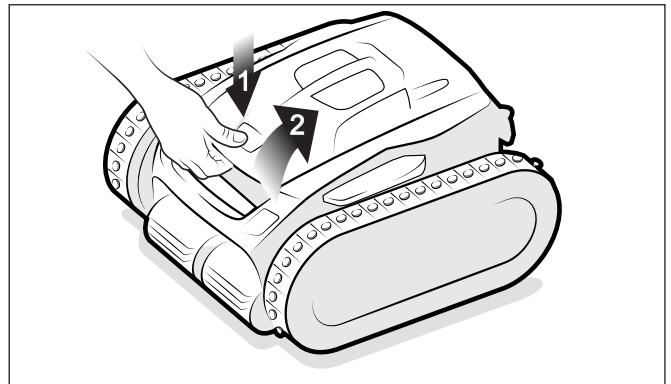

**Figura 12. Desenrede**
- Retire el limpiador de la piscina y elimine nudos y torceduras del cable de alimentación (Figura 12). Comience por el extremo de la cabeza del limpiador. Coloque el cable al sol para que pierda marcas de enredos y torceduras.